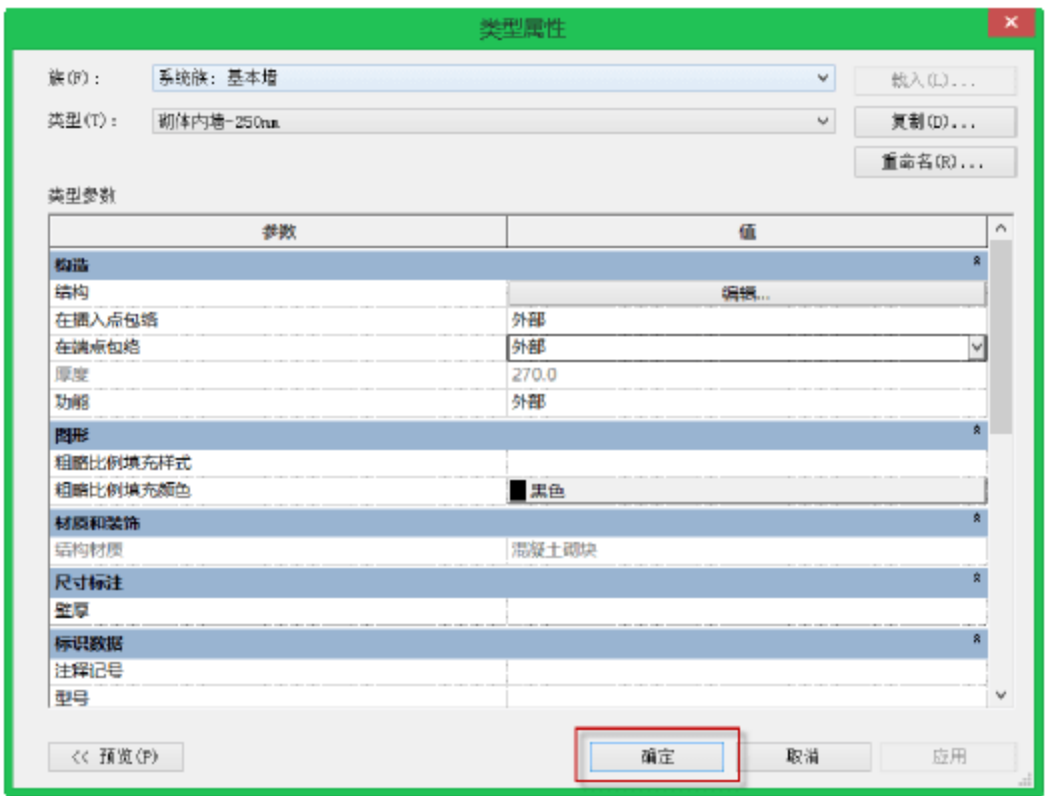

图 10.2.21 完成“砌体内墙-250mm”族类型定义
(9) 完成“砌体内墙-250mm”族类型定义。在“属性类型”对话框中，单击“确定”按钮，这样就完成了“砌体内墙-250mm”族类型定义，如图 10.2.21 所示。